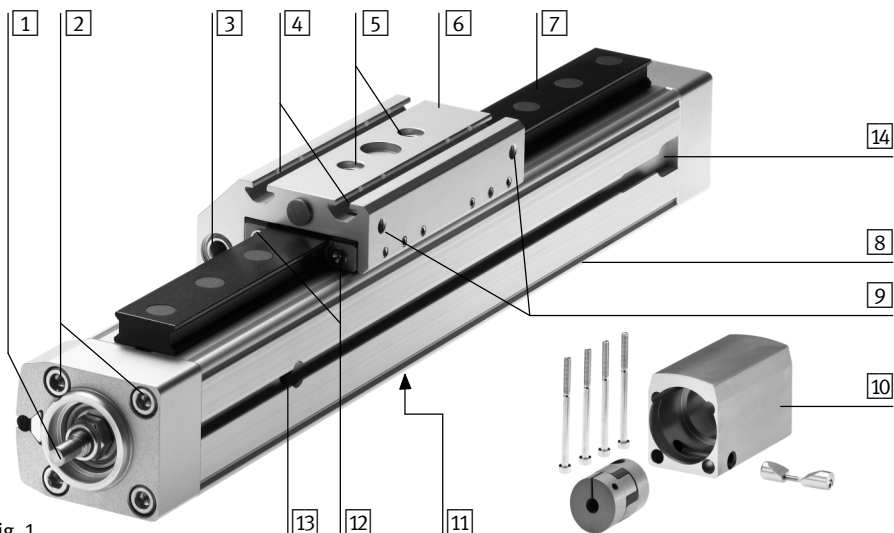

Fig. 1
- На каретке: с помощью пазовых вкладышей NSTL-..., вставляемых в пазы (4) на Fig. 1).
- На каретке: с помощью центрирующих втулок/штифтов (→ 11 Принадлежности) на центрирующих углублениях/резьбах (5) на Fig. 1).